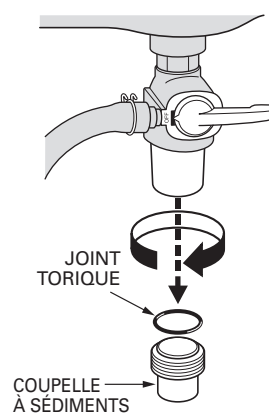

Fig.18
1. Tourner le robinet de carburant en position OFF (horizontal par rapport au sol). Retirer la coupelle à sédiments et le joint torique (Fig. 18).